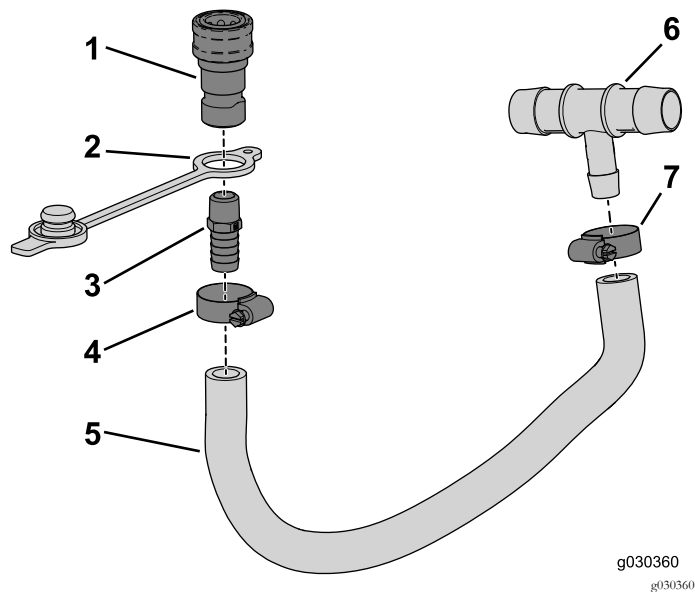

Figura 17
2. Coloque el tapón guardapolvo en el extremo roscado del acoplamiento recto, según se muestra en Figura 17.
3. Enrosque el acoplamiento recto en el conector hembra (Figura 17).
6. Introduzca el extremo dentado del acoplamiento recto en la manguera y sujételo con la abrazadera, según se muestra en Figura 17.
7. Introduzca el extremo dentado del acoplamiento en T en la manguera y sujételo con la abrazadera, según se muestra en Figura 17.
1. Retire los tapones de los orificios del tubo de soporte (Figura 17).